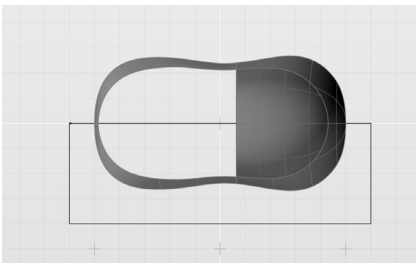

图 5-184 绘制“矩形 03”
13) 绘制第 3 个矩形, 在顶视图中绘制, 该矩形需有一边与 X 轴重合, 如图 5-184 所示, 将其命名为“矩形 03”。